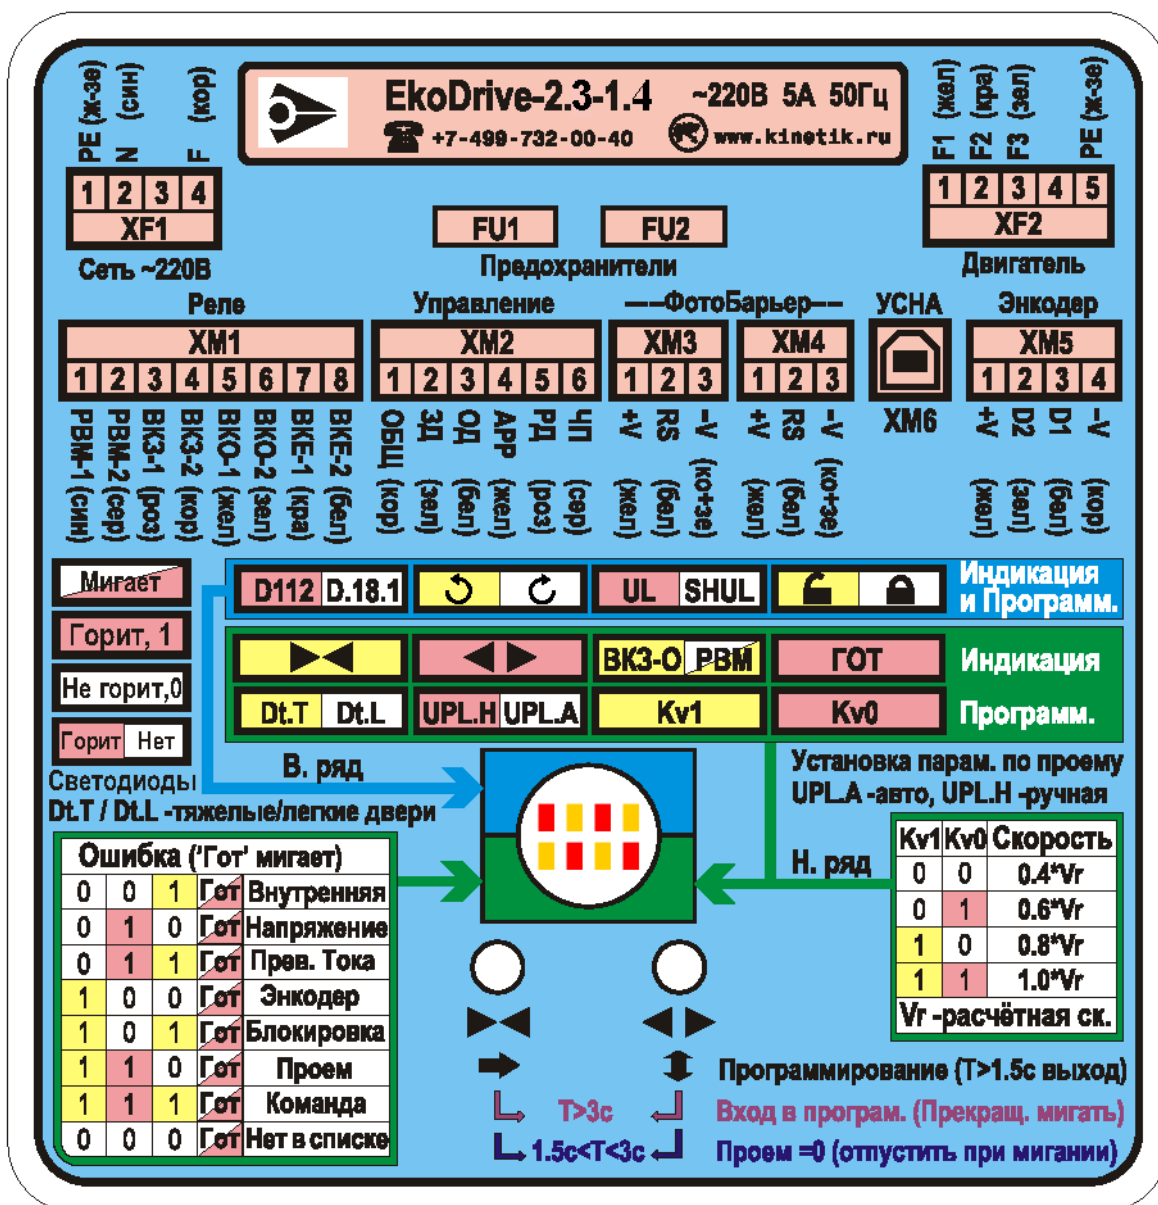

Рис. 3. Схема подключения внешних контактов *Устройства*, если провода от XM1 и XM2 выводятся отдельными кабелями по 8 и 6 проводов соответственно.
5.2. Подключите входы и выходы *Устройства* к лифтовой станции по цветам согласно наклейке на лицевой панели *Устройства* (рис.3).
**5.5.** Проверьте свечение **красного светодиода ‘ГОТ’** (готовность) (**рис.3**) в ‘Панели управления’ *Устройства*. При **отсутствии** ошибок светодиод ‘ГОТ’ светится ровно, при **наличии** ошибок – мигает с периодом 1сек. Если же *Устройство* находится в тестовом режиме, то светодиод ‘ГОТ’ мигает часто, с периодом 0.2 сек. Для перехода в рабочий режим нужно записать в TP.4A=0.
*Устройства*. Для этого нужно войти в режим ‘Программирование’: нажать на обе кнопки и дождаться прекращения мигания всех светодиодов, после этого должен прозвучать длинный звуковой сигнал, затем отпустить кнопки. Далее кнопкой  $\Rightarrow$  по часовой стрелке нужно переходить на очередной параметр (**рис.3**) и, в случае необходимости, изменять его кнопкой  $\Updownarrow$ . Чтобы выйти из режима ‘Программирование’ нужно нажать на любую кнопку или две и подождать >1.5сек, пока не погаснут все светодиоды (останется только небольшая подсветка) и не прозвучит длинный звуковой сигнал, тогда кнопки можно отпустить. Если не нажимать на кнопки, то выход из режима ‘программирование’ произойдет автоматически через 30сек.
**5.21.1. Измерение дверного проема лифта с помощью ‘панели управления’.** Необходимо сначала обнулить ранее записанный проем. Чтобы это сделать, нужно одновременно нажать **2 кнопки** в ‘панели управления’ *Устройства* (**рис.3**) и подождать в таком состоянии >1.5 сек, пока не начнут мигать все светодиоды. Если в этот момент отпустить кнопки, то прозвучит длинный звуковой сигнал, что означает, что процедура завершилась успешно. Далее можно перемерить проем заново, для этого, пользуясь кнопками ▷◁ (ЗД) и ◁▷ (ОД), нужно полностью открыть дверь, пока не загорится желтый светодиод ‘**ВКЗ-О/РВМ**’ (**рис.3**). Затем полностью закрыть дверь, пока не загорится желтый светодиод ‘**ВКЗ-О/РВМ**’ и еще раз, для коррекции проема, полностью открыть дверь, пока не загорится желтый светодиод ‘**ВКЗ-О/РВМ**’. После завершения измерения проема прозвучит звуковой сигнал.